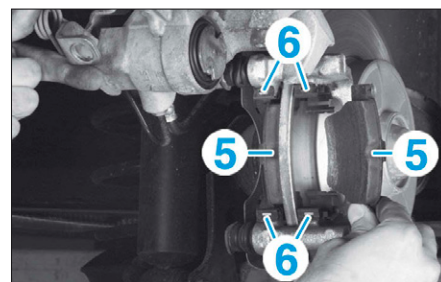

FIG. 7
- Déposer l'entretoise (2) du câble.
- Déposer la vis de colonnette inférieure (3).
- Basculer l'étrier (4) vers le haut.
- Déposer (Fig.7) :
- les plaquettes (5),
- les ressorts antibruit (6).